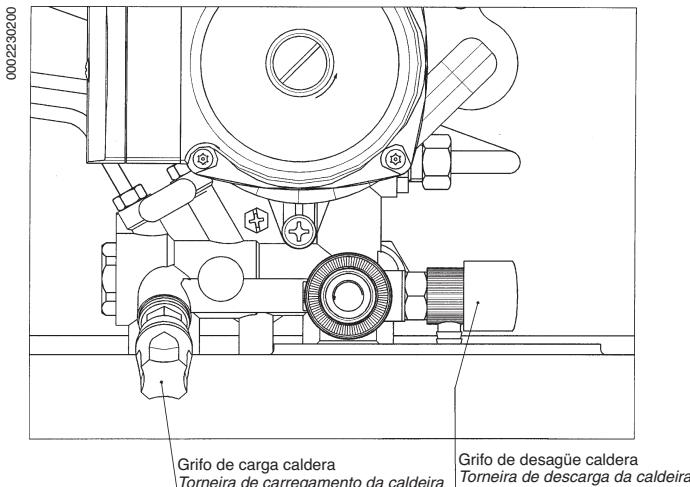

Figura 3a
Importante: Controlar periódicamente que la presión, leída en el manómetro (14), con instalación fría, esté entre 0,5 - 1 bar. En caso de sobrepresión obrar sobre el grifo de desagüe caldera. Si es inferior, abrir el grifo de carga de la caldera (figura 3a o 3b).
Importante: Verificar periodicamente que a pressão, lida no manómetro (14), com a instalação fria, seja de 0,5 - 1 bar. Em caso de sobrepressão, agir na torneira de descarga da caldeira. No caso seja inferior agir na torneira de carregamento da caldeira (figura 3a ou 3b).